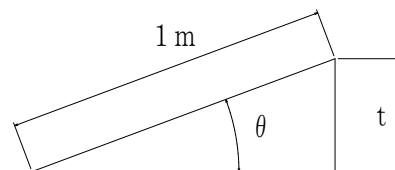

図 2. 高さ寸法の求め方
③ 傾斜角度と高さとの関係は、図 2 および以下の計算式に従って求めることができます。